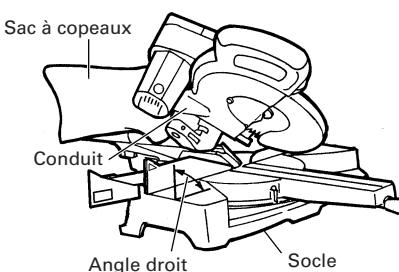

Fig. 50
(1) Si le sac à copeaux est plein, les copeaux sortent du sac quand la lame tourne. Vérifier le sac à copeaux périodiquement et le vider avant qu'il ne soit plein.
(2) Lors d'une coupe de biseau ou d'une coupe mixte, fixer le sac à copeaux à angle droit sur la surface du socle comme indiqué à la Fig. 50.